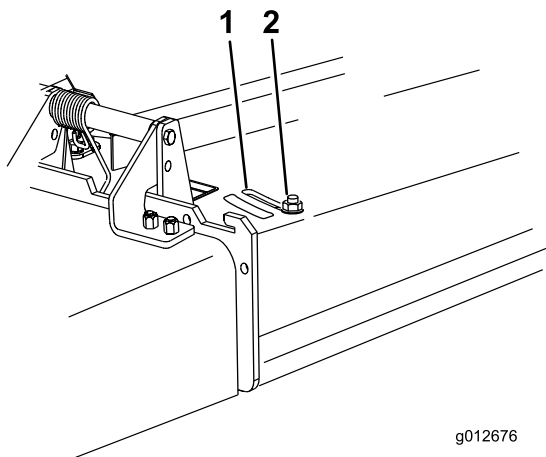

図 23
3. バッフルを調整する場合には、ナットをゆるめる 図 23。